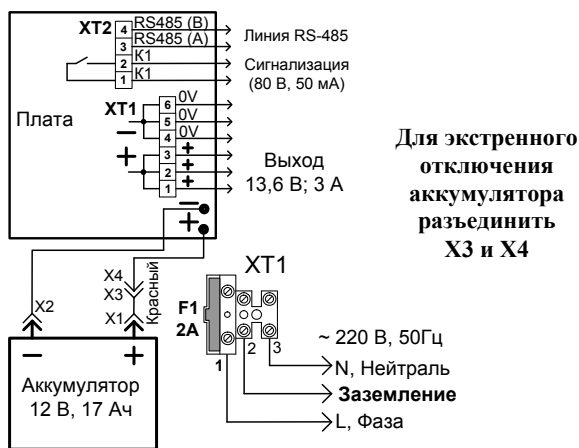

Рис. 2
Изъять вставку F1 для исключения случайного подключения 220 В к плате РИП. При подключении внешнего питающего напряжения 220 В к сетевой колодке необходимо соблюдать правильность подключения проводов «фаза» и «нейтраль». Подключение цепей к РИП производить в соответствии с Рис. 2.
2.3.1 Проверить правильность произведённого монтажа в соответствии со схемой подключения РИП-12 RS (Рис. 2).